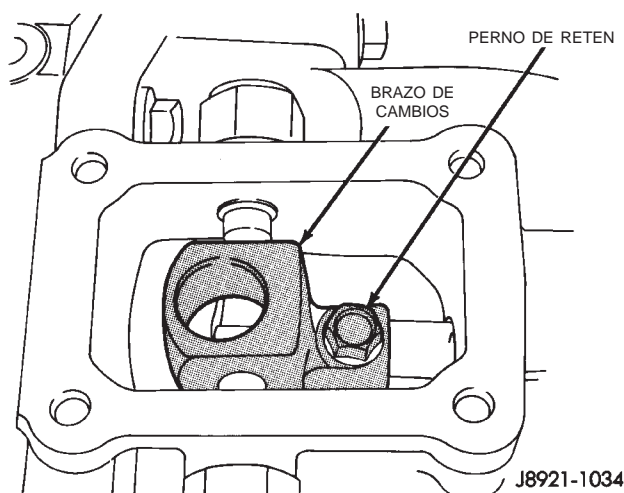

Fig. 41 Instalación de perno de retén del brazo de cambios
(12) Haga girar el eje del brazo del cambiador hasta que el orificio del brazo de cambios quede alineado con el orificio del eje.
(13) Instale el perno de retén del brazo de cambios y apriételo con una torsión de 38 N·m (28 lbs. pie) (Fig. 41).